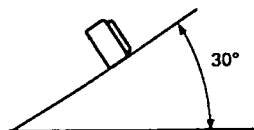

Рис.7
- Если вы не собираетесь крепить переднюю панель к установочному основанию винтами (таким образом вы можете закрепить переднюю панель), то необходимо убедиться в том, что управляющий блок устанавливается под углом, не большим, чем 30° от горизонтали. Если она крепится под углом, большим, чем 30° , то передняя панель может выпасть из места установки или устройство соединения не будет правильно работать. (Рис.7)